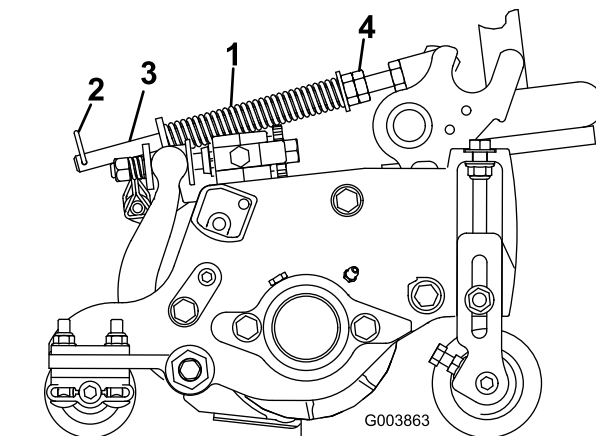

図 14
ターフ補正スプリング(図 14)は、前ローラから後ローラへと、カッティングユニットの体重移動を行います。これにより、マーセリングやボビングと呼ばれる「波打ったような」仕上がりを防いでいます。
- ヘアピンコッターがスプリングロッドの後の穴に差し込まれていることを必ず確認しおいてください(図 14)。
- スプリングロッド前部の六角ナットを締めて、スプリング圧縮状態の長さが以下の通りになるようにする。リールマスター5410の5インチカッティングユニットでは 12.7cm リールマスター 5510 との7インチカッティングユニットでは 15.9cm(図 14)を参照。